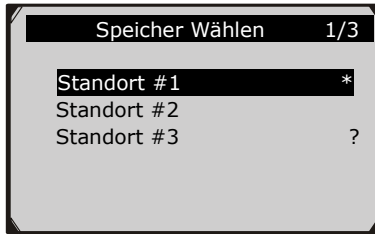

Abbildung 5.22
- 5) Benutzen Sie die **AUF/RUNTER** Tasten um einen Speicherort auszuwählen und drücken Sie die **OK** Taste. (Abbildung 5.22)